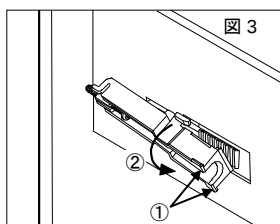

図 3
4. ネジを緩めた位置で、取付具の突起部を摘んで持ち (①)、横方向に回転させて (②)、取付具をケースから取り外します。(図3)